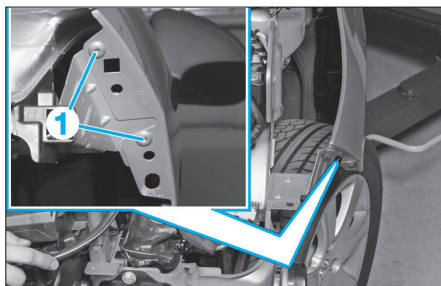

Fig. 10
- Détruire les 2 rivets (1) (Fig.10).